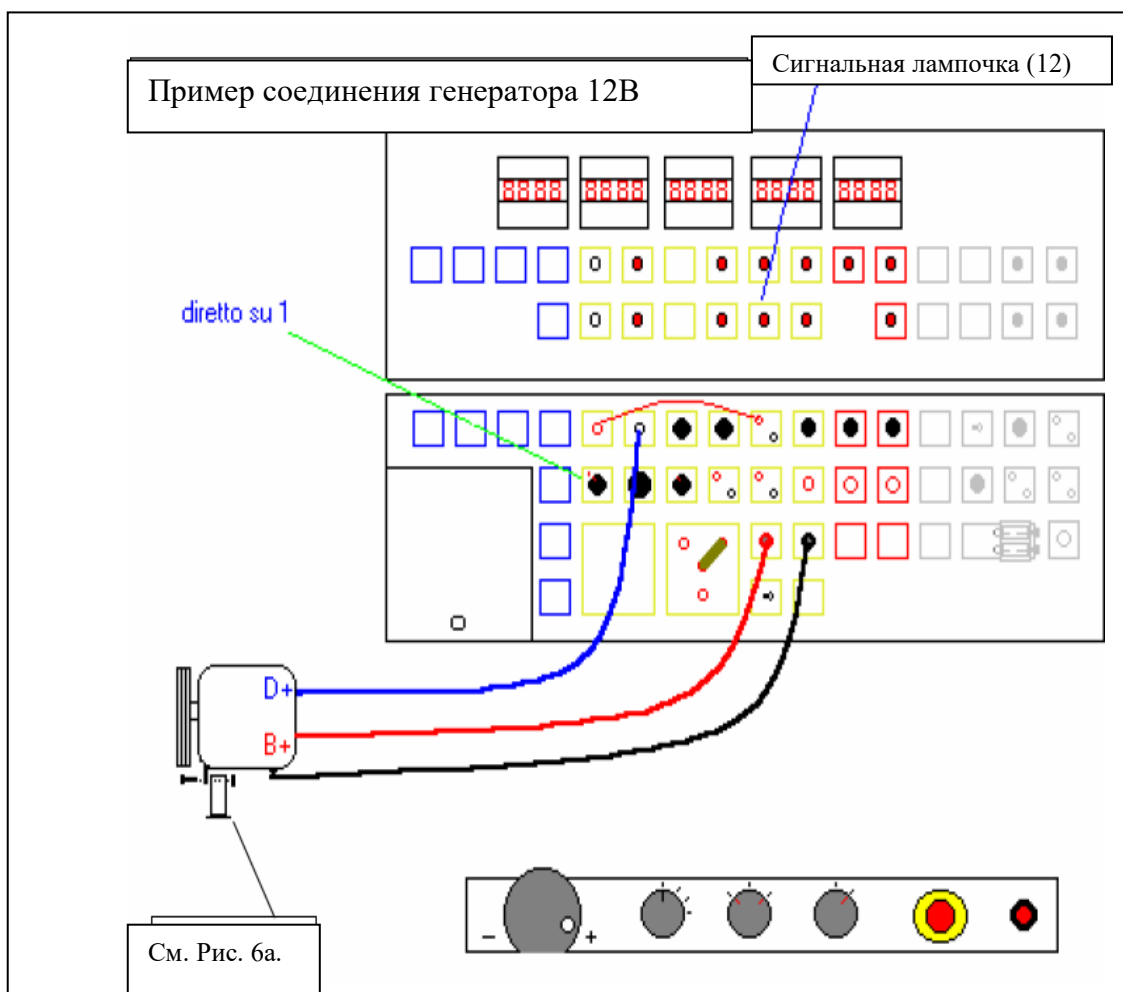

Рис. 6.
Внимание! Пожалуйста, соедините кабели так, как это показано на Рис. 6 перед началом теста.
- Убедитесь, что генератор подсоединен к стенду с помощью храпового ремня (Рис. 6а).
- Установите соответствующее натяжение ремня генератора, вращая храповой механизм шкива (Рис. 6а), чтобы избежать его соскальзывания.
- Пожалуйста, проверьте вышеуказанное соединение с Рис. 6.
Рис. 6а.
- Установите генератор в V-блок станда, соединив его с ремнем через храповой механизм или цепью (Рис. 6а, поз. 10).
- Натяните ремень генератора, вращая шкив (Рис. 6а).